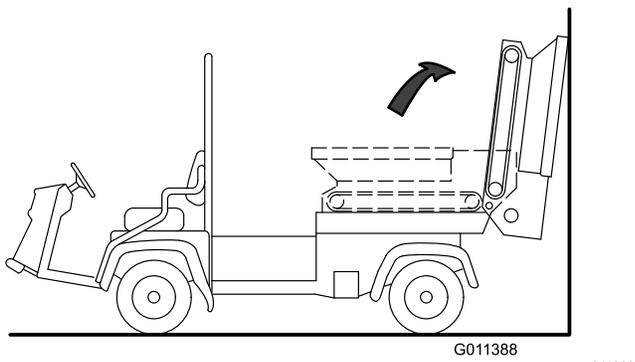

図 32
3. ホッパーを後方に立て掛ける壁、柱、梯子などを利用 図 32。
ホッパーは必ず垂直よりも後ろに傾けて壁などにもたれさせ、不意に落ちてくることがないようにしてください 図 32。
3. スライダフレーム上にホッパーを注意深く降ろす 図 32 スライダベッドを分解する (ページ 23) を参照。